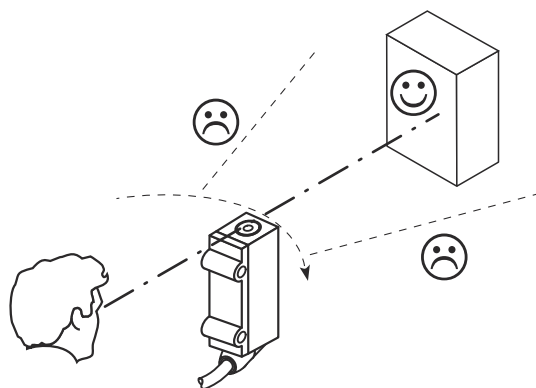

図 3: センサ光軸調整
- ① 白い対象物、拡散反射率 90%
- ② 反射率 6% ... 90%の対象物 (DIN 5033 に準拠した標準白色に相当)
3. 赤外線 (不可視) が対象物の中央に照射されるように位置決めします。正しい光軸調整は、LED 表示を通してのみ認識できます (対象物検出、黄色の LED が点灯)。または赤外線コンバータカード (SICK アクセサリプログラムを参照) を補助として使用してしてください。参照 図 3, ページ 95